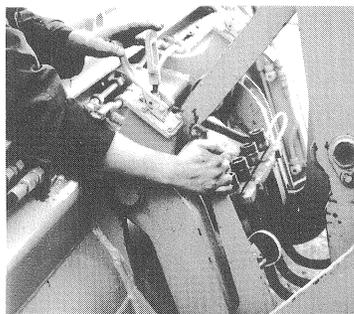

fig. 22
- (2) Prendre le bras à l'aide du système d'attelage rapide et le soulever du sol. Redresser le cadre de serrage rapide avec la pelle jusqu'à ce que le cadre touche le dos de la pelle et les leviers de tension puissent être mis en avant (fig. 22).